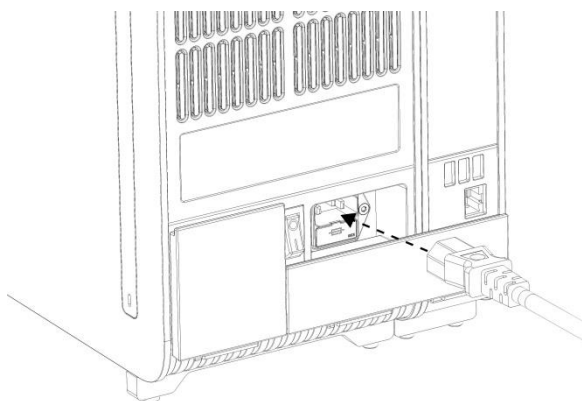

图 7. 连接电源线。
7. 将 QIAstat-Dx Analyzer 1.0 随附的电源线连接到分析模块的背面（图 7）。